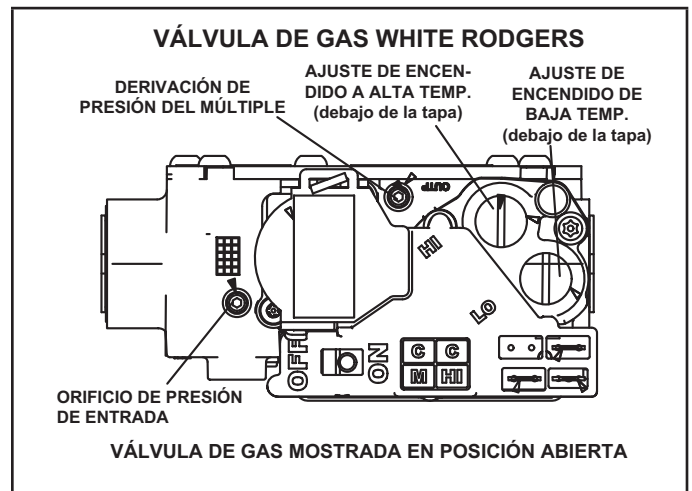

FIGURA 62
Operación de la válvula de gas ("FIGURA 62")
- 6 - Mueva el interruptor en la válvula de gas a la posición APAGADO. Ver "FIGURA 62".
- 8 - Mueva el interruptor en la válvula de gas a la posición ENCENDIDO. Ver "FIGURA 62".
Un tapón roscado de presión de entrada en la válvula de gas permite acceso a la presión de suministro. Ver "FIGURA 62". Retroceda el tornillo hexagonal de 3/32 una vuelta, conecte un tubo de 5/16 y conéctelo a un manómetro para medir la presión de suministro. Ver la "TABLA 25" para la presión de la línea de suministro.
Un tapón de presión del múltiple en la válvula de gas permite acceso a la presión del múltiple. Ver "FIGURA 62". Retroceda el tornillo hexagonal de 3/32 una vuelta, conecte un tubo de 5/16 y conéctelo a un manómetro para medir la presión del múltiple.
- 5 - Haga ajustes si es necesario. La "FIGURA 62" muestra la ubicación de los tornillos de ajuste de encendido de alta y baja temperatura.